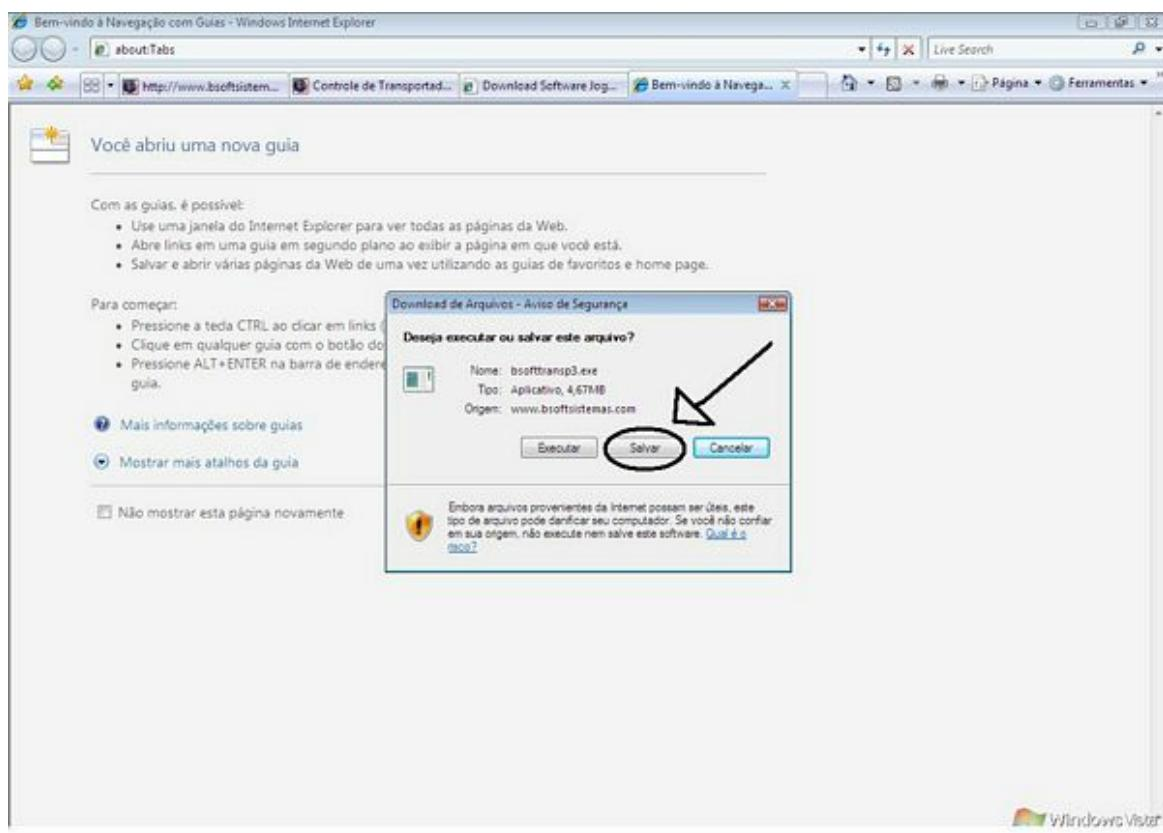

Fig. 01
- Primeiramente, após clicarmos no Link acima, devemos clicar em "Salvar" (como demonstra a Fig. 01):